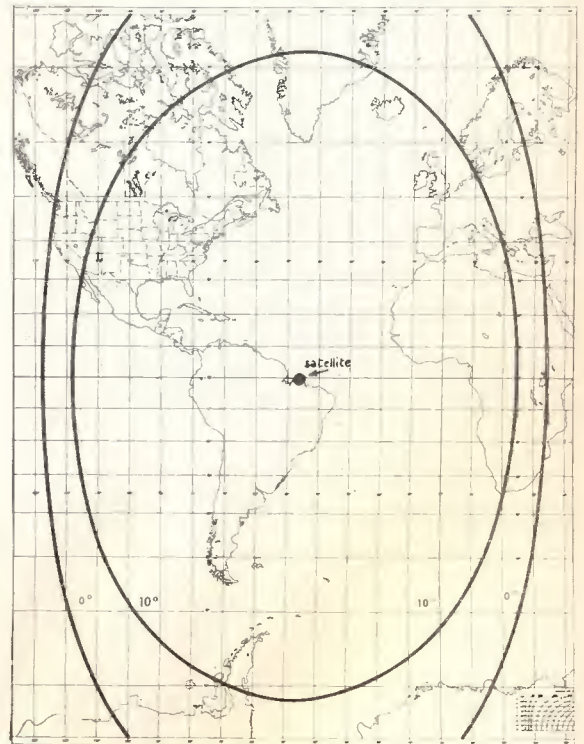

figura 2
- ricevitore BC603 con convertitore a transistor realizzato secondo lo schema di figura 2 a pagina 836 del numero 9/69 della rivista;
La cartina di figura 2 mostra i limiti dell'area attualmente servita da questo satellite il quale si trova quasi sulla verticale della costa nord del Brasile sulle coordinate, rilevate in data 11 dicembre 1969, $46,071^\circ$ Ovest e $0,521^\circ$ Sud. Come si può vedere dalla cartina, l'Italia pur rimanendo quasi al limite è comunque contenuta nella sua area di servizio e si possono ottenere ottime ricezioni, specie notturne, orientando l'antenna a 248° sul piano azimutale e 14° di elevazione, con polarizzazione verticale. Le trasmissioni in banda VHF (135,6 MHz) non hanno però carattere permanente se non per periodi molto brevi tanto che la sua ricezione in senso amatoriale può definirsi purtroppo sporadica e spesso casuale.
Oscilloscopio sperimentale da 2 o 3 pollici, pagina 1076 n. 12/69: manca, nello schema generale (figura 2) una resistenza da 270 k Ω tra la base di Q₃ e la linea di tensione (a cui fa capo anche R₂₃, ad esempio).